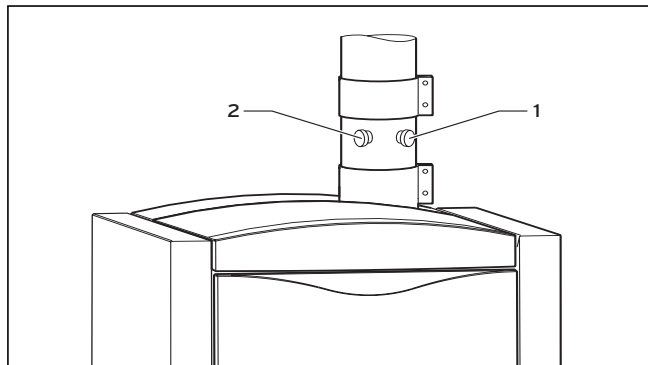

Fig. 7.3 Orifices de contrôle
- Pour activer le mode ramonage, appuyez simultanément sur les touches "-" (3) et "+" (4) du système DIA.
- Dévissez les capuchons obturateurs des orifices de contrôle (1) et (2) (voir Fig. 7.3).
- Effectuez les mesures au niveau de l'orifice de contrôle (1) de la conduite d'évacuation des produits de combustion (profondeur d'insertion : 110 mm). Réalisez les mesures au niveau de l'orifice de contrôle (2) de la conduite d'air (voir Fig. 7.3) (Profondeur d'insertion : 65 mm).
- en appuyant simultanément sur les touches « - » (3) et « + » (4)